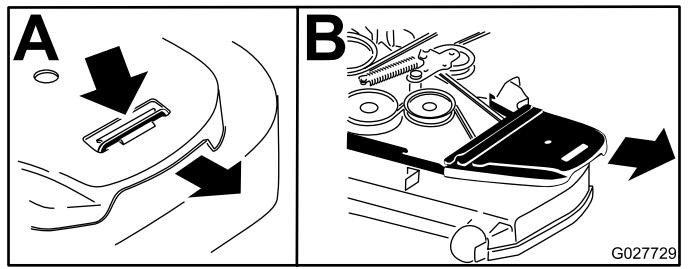

Figura 60
7. Retire as coberturas da correia e os parafusos presos a elas (Figura 60).